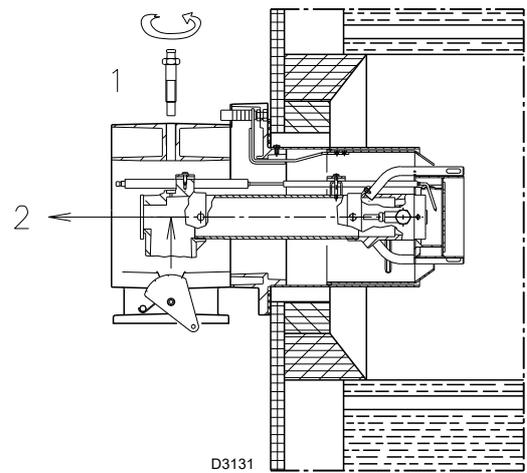

Fig. 19
- Enlever la vis 1)(Fig. 19) et déposer la partie intérieure 2).
Pour faciliter le réglage, desserrer la vis 1 (Fig. 19 à la page 23), régler et resserrer.